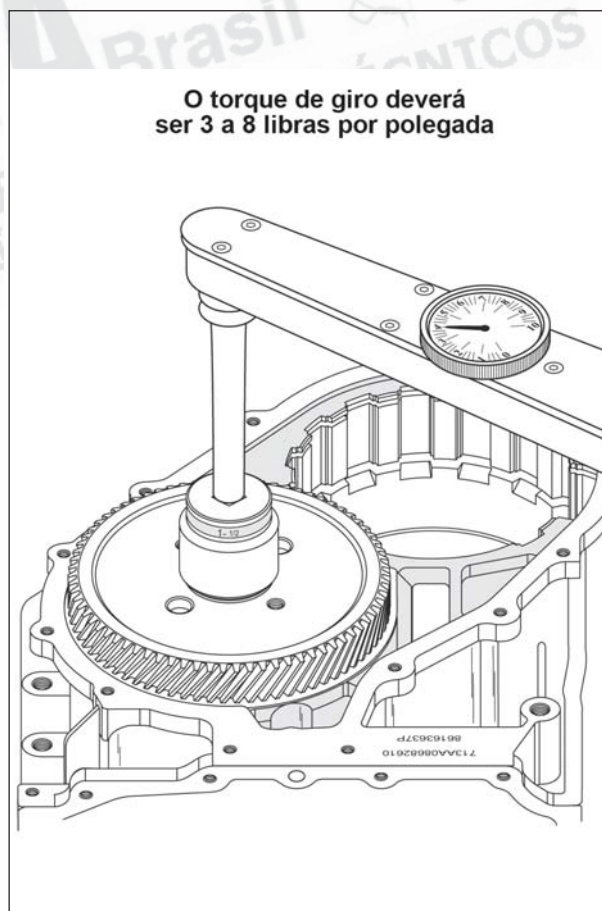

Figura 116
53. Verifique o torque de giro da engrenagem motriz de transferência utilizando uma chave soquete de 38 mm e um torquímetro de baixo torque, conforme mostra a figura 116.